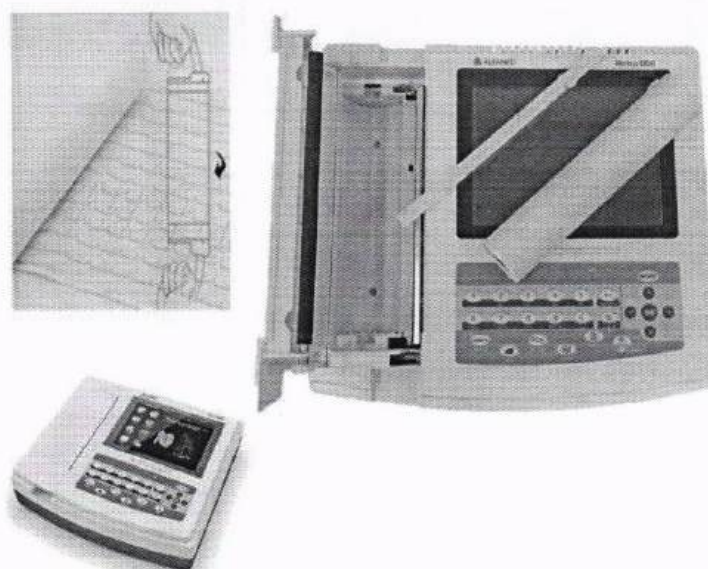

Figura 6-1 Instalação de papel de gravação
1. Como mostrado na Figura 6-1, use as duas mãos para levantar ambos os lados da tampa do compartimento de papel ao mesmo tempo para abri-la. Retire o suporte de rolo, insira-o no rolo de papel (o lado do papel com grades deve ser voltado para baixo). Em seguida, instale-o na posição adequada no compartimento de papel.